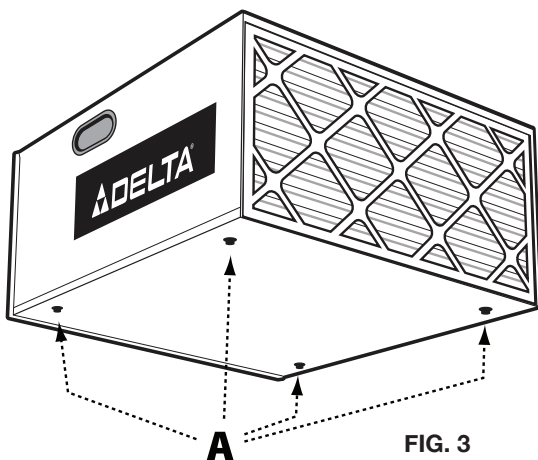

FIG. 3
Ubique los (4) pies de goma autoadhesivos (A) Fig. 3 suministrados con la unidad. Coloque cuidadosamente el purificador de aire en una superficie de apoyo firme con acceso a la parte inferior del equipo. Aplique un pie de goma autoadhesivo (A) Fig. 3 en la parte inferior en cada esquina de la caja del purificador de aire. Los pies de goma ayudarán a eliminar la vibración y evitarán la posibilidad de que el purificador de aire “camine” por el piso o la superficie de trabajo.